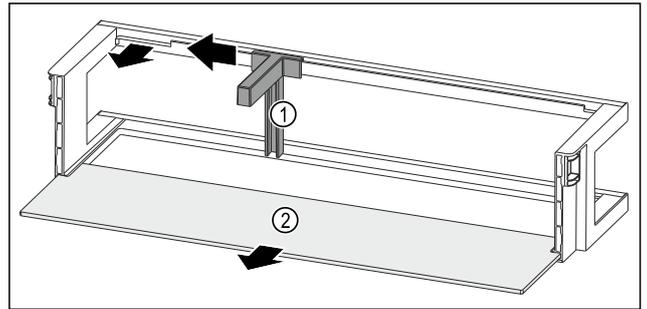

Fig. 120 Balconcino controporta con portabottiglie e ripiano
- ▶ Spingere il portabottiglie Fig. 120 (1) lateralmente fino all'incavo.
- ▶ Rimuovere il portabottiglie Fig. 120 (1).
- ▶ Rimuovere il ripiano Fig. 120 (2).